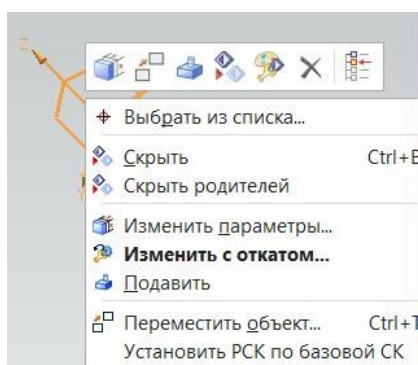

рис.11
- КМ, и команда «Установить РСК по базовой СК» (рис.11);